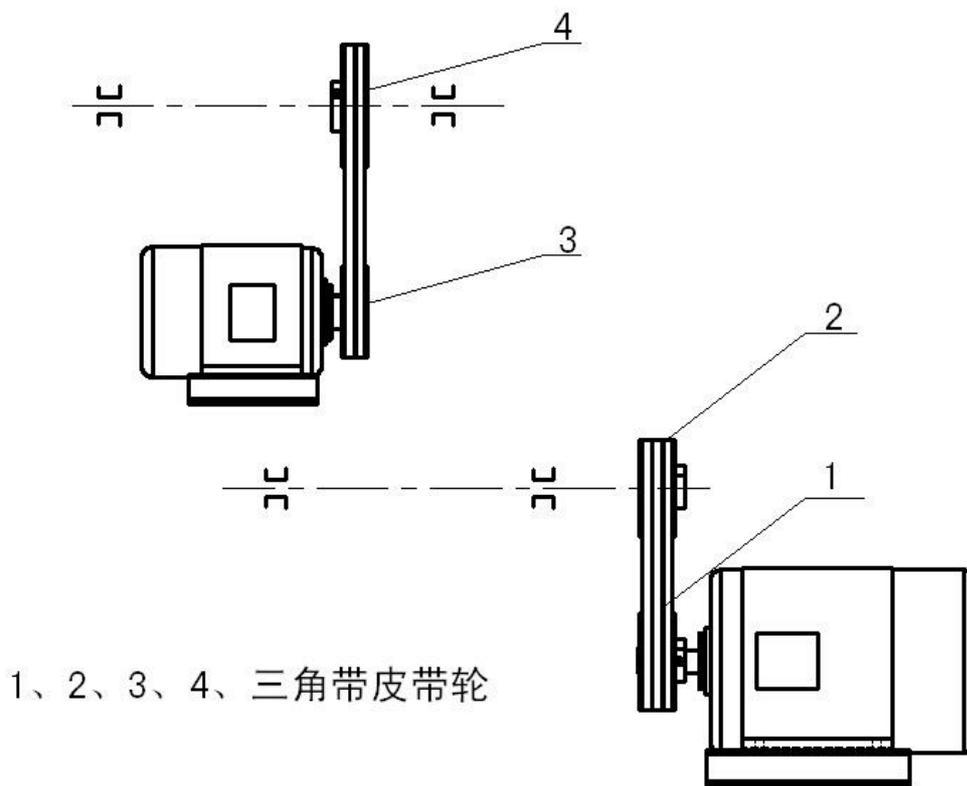

图3 吹式比重精选机传动机构
4、传动机构(如图3):主要由两对三角皮带轮及两台电机组成。其传动过程如下:主电机通过一对三角皮带轮1和2带动七台鼓风机叶轮;频率电机通过一对三角皮带轮3和4带动偏心轴套,通过连杆使筛体做有一定振幅的往复振动,其振动频率由变频器调节。